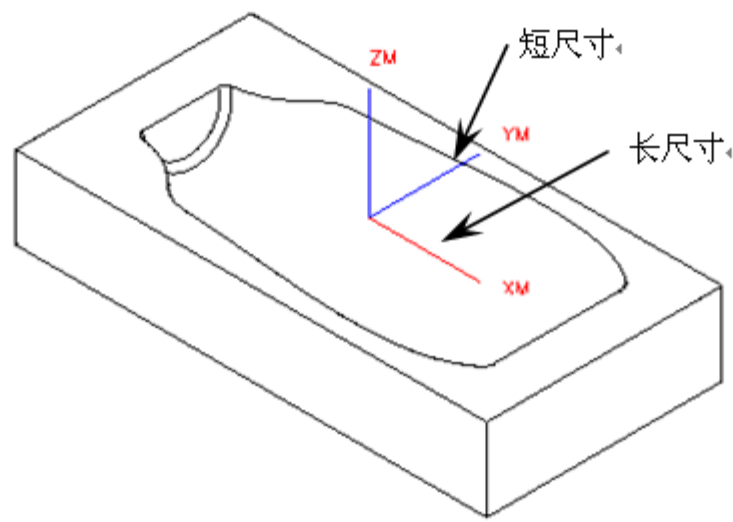

图12-56 工件的摆放
- ✪ 工件加工摆放方向的原则是 X 方向为长尺寸，Y 方向为短尺寸，所以加工前一定要注意工件的摆放，如图 12-56 所示。